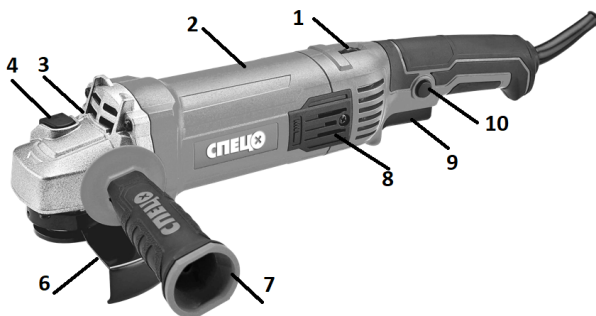

Рис. 1. Общий вид БШУ-1300
4.2.1. При нажатии клавиши выключателя(9), см.рис.1, происходит включение электродвигателя. Крутящий момент от электродвигателя передается через одноступенчатый редуктор на шпиндель машины.
4.2.2 Поворотом колёсика регулятора оборотов (1), см.рис.1, выбирается нужный скоростной режим в пределах 3000-11000 об/мин
4.2.3. Фиксация шпинделя осуществляется нажатием и удерживанием в нажатом положении кнопки фиксатора (4),см.рис.1.
4.3. Внешний вид машины представлен на рис. 1.
- 7.3. Установить на выключенной машине шлифовальный или отрезной круг. Для этого нажать на кнопку фиксации шпинделя (4), см. рис.1, и поворачивать рабочий диск (5) до тех пор, пока рабочий вал не зафиксирован. Во время этой процедуры продолжать нажимать стопор.